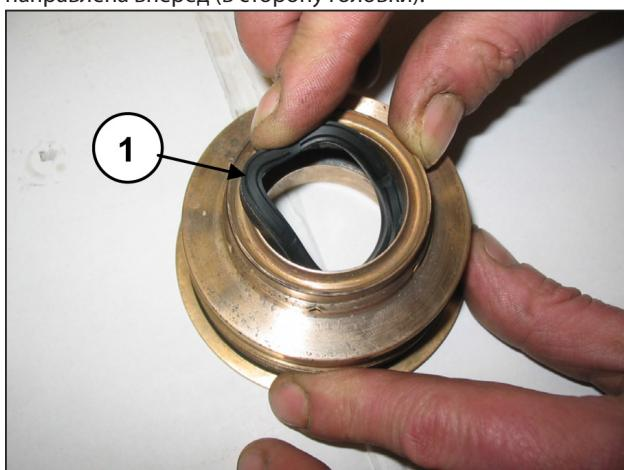

Рис. 174
Вставьте уплотнение низкого давления в опору уплотнения КС (поз. ①, Рис. 174), соблюдая направление сборки, согласно которому уплотнительная кромка должна быть направлена вперед (в сторону головки).